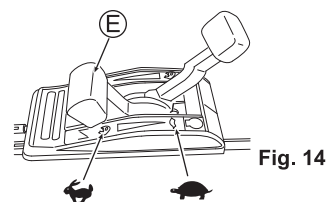

Fig. 14
- Verifique se há alguma pessoa atrás de você ao puxar a corda de arranque (V).
- Segure firmemente a corda de arranque (V) ao puxá-la.
- Retorne lentamente a corda de arranque (V).
5. Aqueça a máquina antes de usá-la. Depois que o motor estiver aquecido, comece a cortar colocando a alavanca do acelerador (E) em "N". (Veja a fig. 14)